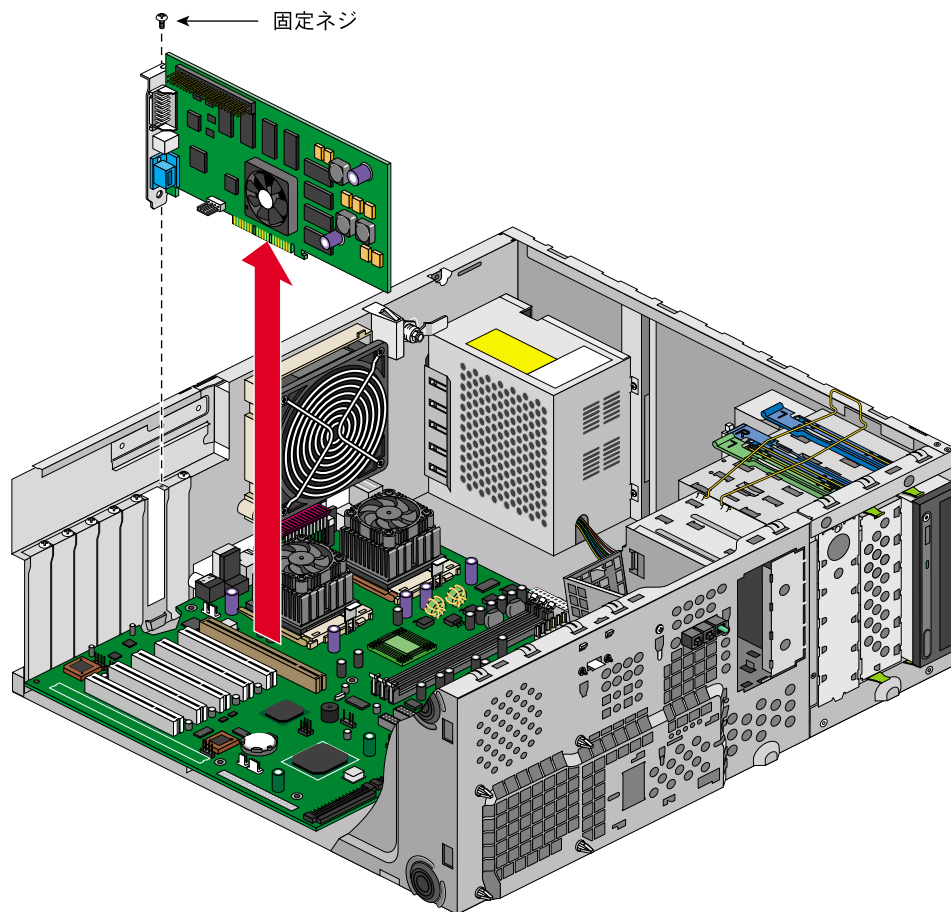

図 2-18 拡張カードの取り外し
2. 図 2-18 に示すように、拡張カード用の固定ネジを取り外します。